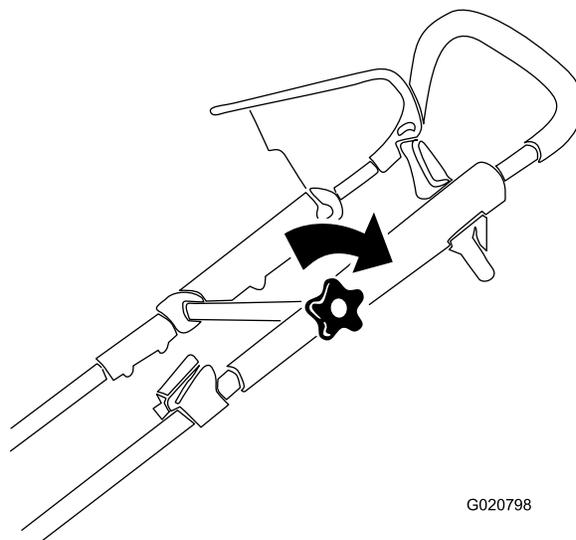

Figura 4
3. Spostate la sezione superiore della stegola nella posizione desiderata e serrate saldamente la manopola della stegola (Figura 4).